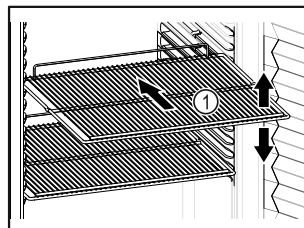

Fig. 47 Näitlik kujutis
- Kui hoiuretid Fig. 47 (1) on teiseldatavad, siis kohandage olenevalt kõrgusest.